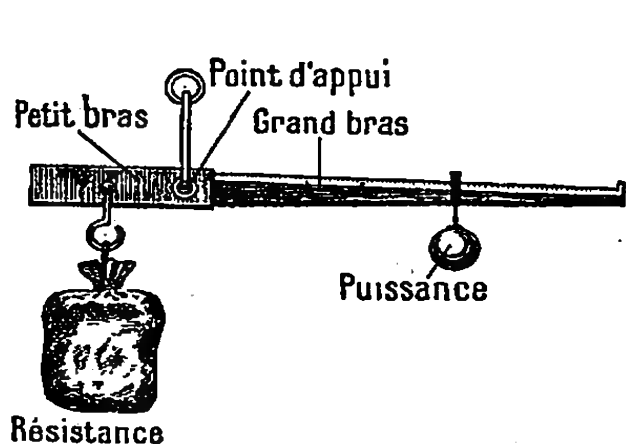

Fig. 522. — Balance romaine. Bras inégaux, à longueur variable; puissance uniforme.
5. Balance romaine. — Dans la *balance romaine* (fig. 522), employée surtout dans les campagnes, les bras du fléau sont inégaux;